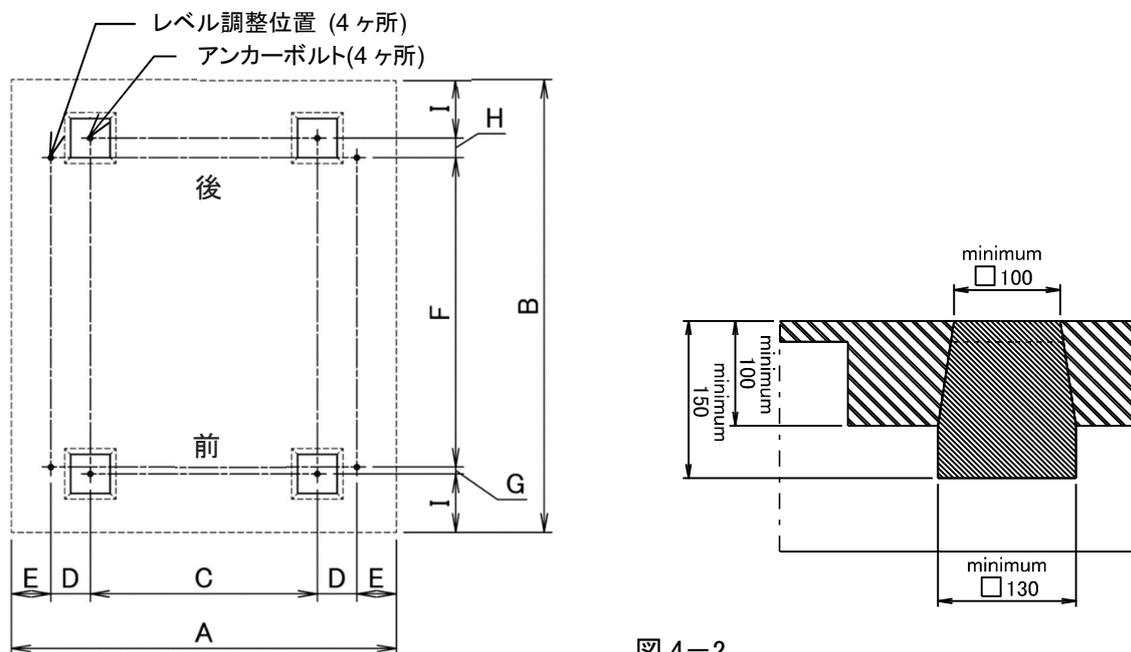

図 4-2
- 1) 機械の据付は、床荷重に耐えられるコンクリートの水平かつ凹凸の無い床に、(図 4-2)の示す位置に、相対的に段差の無く、水平な 4 ヶ所のコンクリート基礎を施工してください。
- 2) コンクリート床自身が十分な強度、完全に平らでかつ水平、十分な厚みがあるならば(図 4-2)に示す基礎工事を省くことができます。